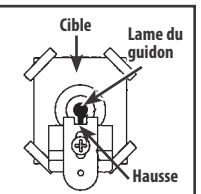

Fig. 7A
- La hausse peut être réglée pour tirer plus haut ou plus bas (pointage en hauteur). Desserrez le vis de réglage de la hauteur en la tournant dans le sens inverse des aiguilles d'une montre. Déplacez la hausse vers le haut pour que le point d'impact du plomb aboutisse plus haut sur la cible. Déplacez la hausse vers le bas pour que le point d'impact du plomb aboutisse plus bas sur la cible. Resserrez ensuite la vis de réglage de la hausse en la tournant dans le sens des aiguilles d'une montre. (Fig. 7A).